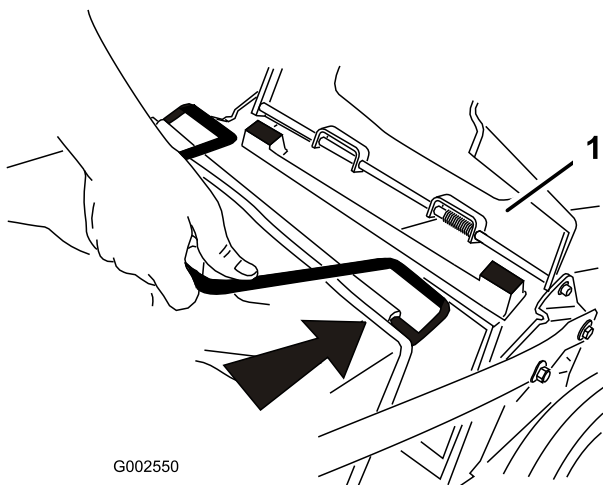

Figura 19
2. Alzate lo sportello posteriore e tenetelo alzato (Figura 19).